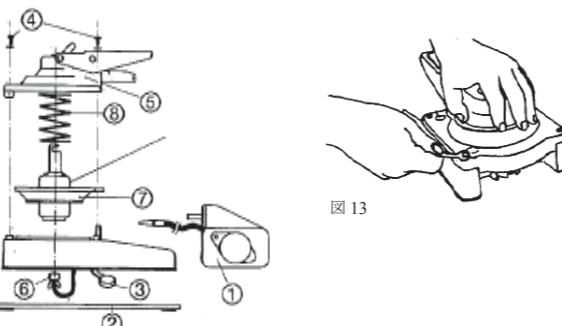
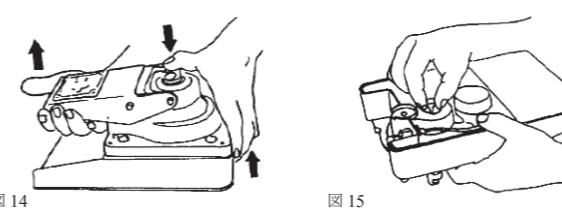

図12
図13
- リザーバ①を外してください(図12)。
- ベースプレート②を外してください。
- トラップチャンバのカバー③を取り外してください。
- 下部ハウジングを抑えながら、上部ハウジング⑤の4つのねじ④を外してください(図13)。